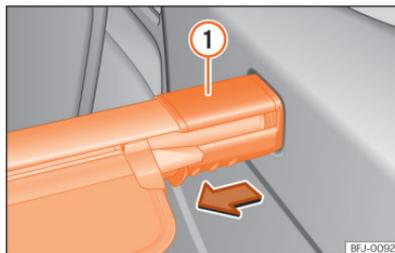

Abb. 195 Im Gepäckraum:
- Abdeckungsträger »» (Abb. 195) ① in Pfeilrichtung drücken und in dieser Position halten.
- Abdeckungsträger »» (Abb. 195) ① loslassen.